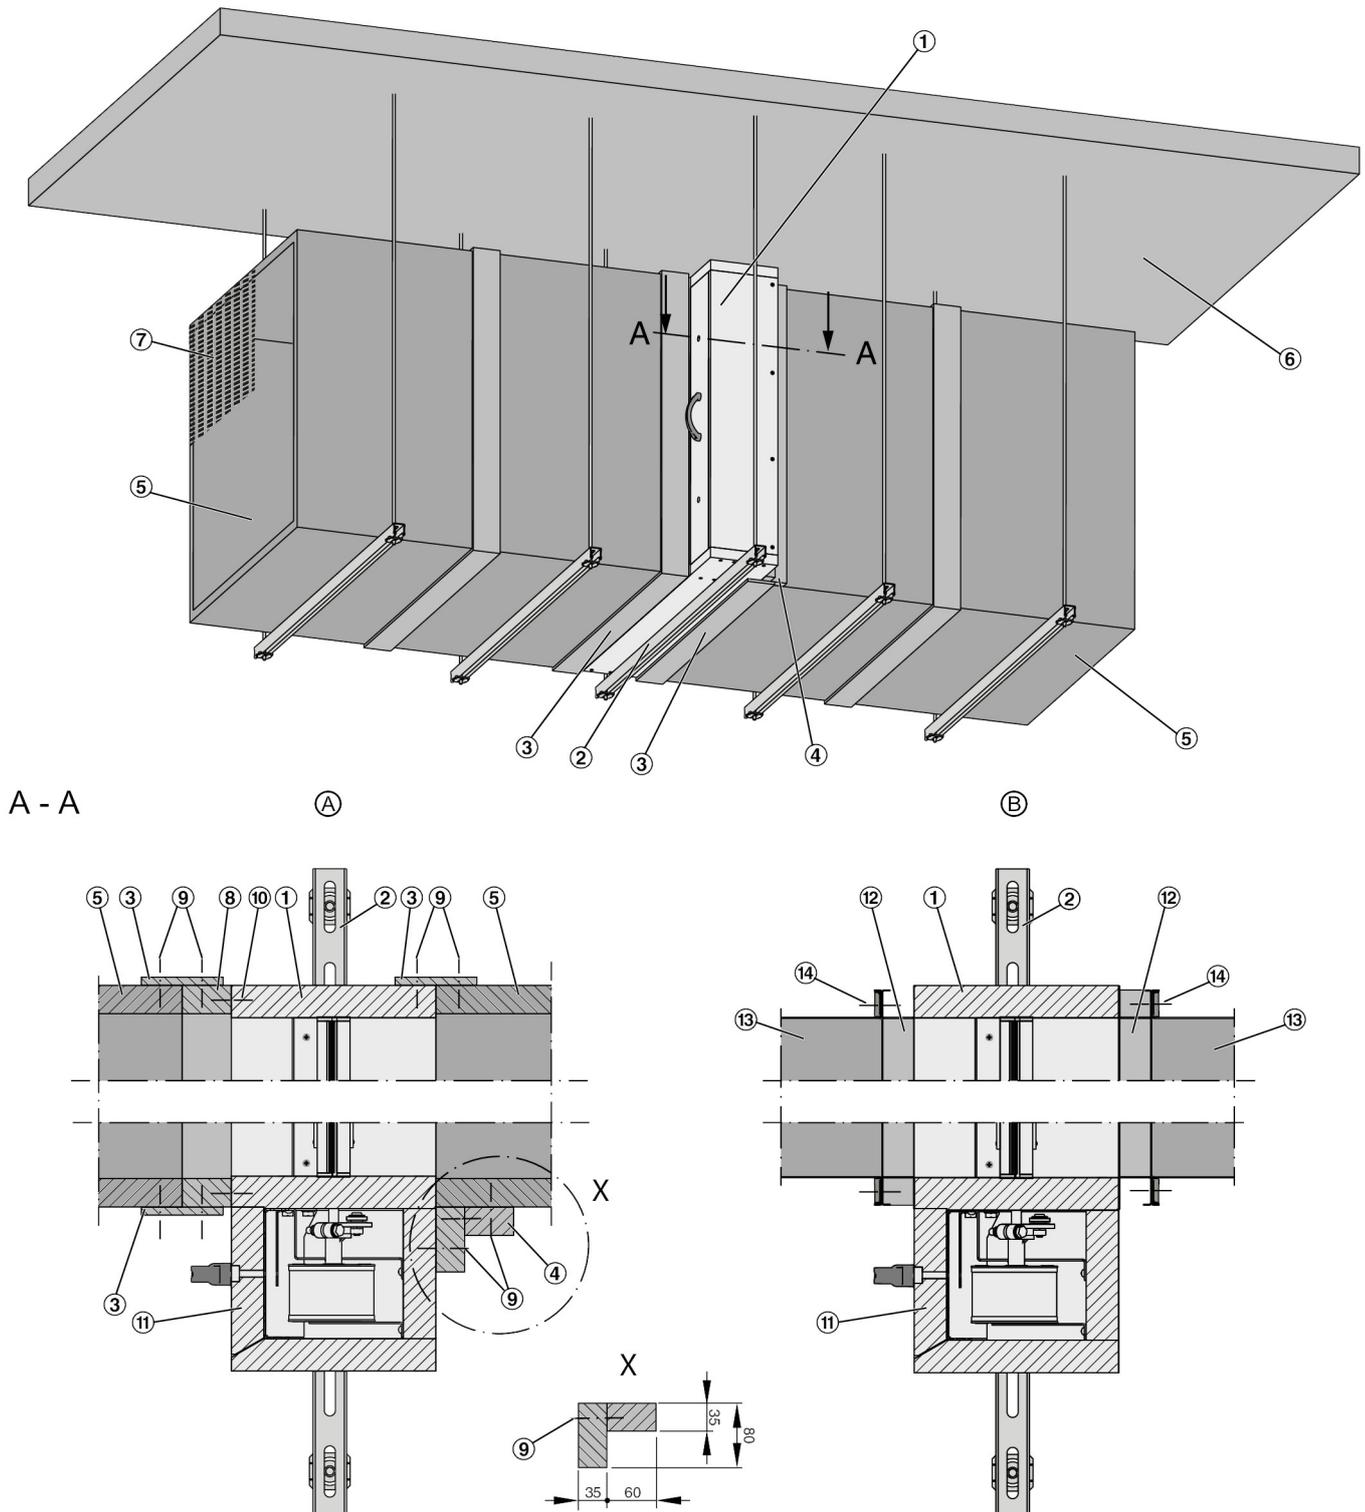

Abb. 28: Einbau in einer horizontalen Entrauchungsleitung
- Die Antriebskapselung muss nach dem Einbau für Wartungsarbeiten zugänglich bleiben (Deckel (Abb. 28/11)).
1. ▶ Anschlussrahmen (Abb. 28/8) aus PROMATECT®-LS-Brandschutzbauplatte d = 35 mm x 60 mm oder gleichwertig (kundenseitig) in benötigter Länge herstellen. Mit Schnellbauschrauben (Abb. 28/10) an der Bedienseite der Entrauchungsklappe anbringen. Schraubverbindung (Abb. 28/10) umlaufend 6 x 100 mm (vorbohren $\varnothing 4 \text{ mm}$, Schrauben mittig anordnen, Schraubabstand $\leq 250 \text{ mm}$, Randabstand H-Teil 80 mm, B-Teil 60 mm. Schraubenköpfe versenken!
4. ▶ Zwischen Antriebskapselung und Entrauchungsleitung einen Riegel (Abb. 28/4) anbringen.
5. ▶ Verbindungsstreifen (Abb. 28/3) zwischen Entrauchungsleitung und Entrauchungsklappe herstellen ↪ 6 „Entrauchungsleitung und Abschlussgitter“ auf Seite 52.
1. ▶ Entrauchungsklappe (Abb. 28/1) mit beidseitigen Anschlussrahmen (optional (Abb. 28/12)) abhängen ↪ 5.9 „Entrauchungsklappe abhängen“ auf Seite 51.
2. ▶ Entrauchungsleitung (Abb. 28/13) beidseitig bis an die Entrauchungsklappe heranführen und abhängen.
3. ▶ Entrauchungsleitung mit Verschraubung (Abb. 28/14) am Anschlussrahmen verschrauben.